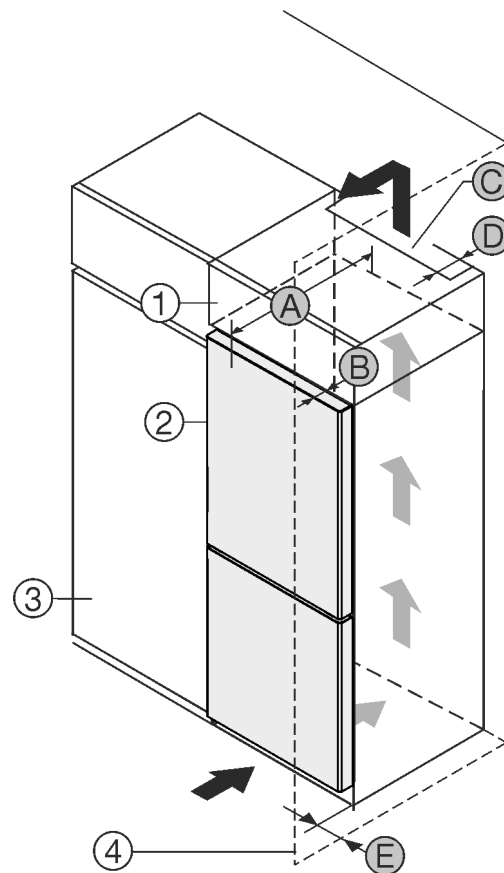

Fig. 1
Zariadenie môžete inštalovať priamo vedľa kuchynskej skrine Fig. 1 (3).
Na zadnej strane nadstavnej skrine musí byť vetracia šachta s hĺbkou Fig. 1 (D) cez celú šírku nadstavnej skrine.
Pod stropom miestnosti sa musí dodržať prierez vetracieho otvoru Fig. 1 (C).
Ak zariadenie nainštalujete so závesmi vedľa steny Fig. 1 (4), tak vzdialenosť medzi zariadením a stenou musí byť minimálne 13 mm.
Ak zariadenie nainštalujete so závesmi vedľa steny Fig. 1 (4), tak vzdialenosť medzi zariadením a stenou musí byť minimálne 20 mm.
Aby ste mohli dvere úplne otvoriť, zariadenie musí vyčnievať o hĺbku dverí Fig. 1 (B) prednej časti kuchynskej skrine. V závislosti od hĺbky kuchynských skrií Fig. 1 (3) a použitia dištančných držiakov na stenu môže zariadenie prečnievať ešte viac.